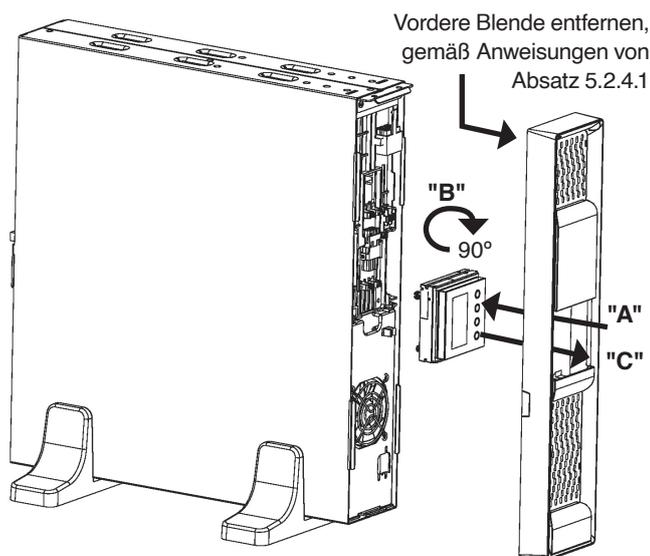

Abb. 5. Drehen des Bedienfeldes mit LCD-Display auf der vorderen Blende.
- Wenn das Gerät vertikal aufgestellt wird, ist es empfehlenswert, das Bedienfeld mit LCD-Display um 90° im Uhrzeigersinn zu drehen, um die Lektüre der Angaben zu vereinfachen (siehe Abb. 5).